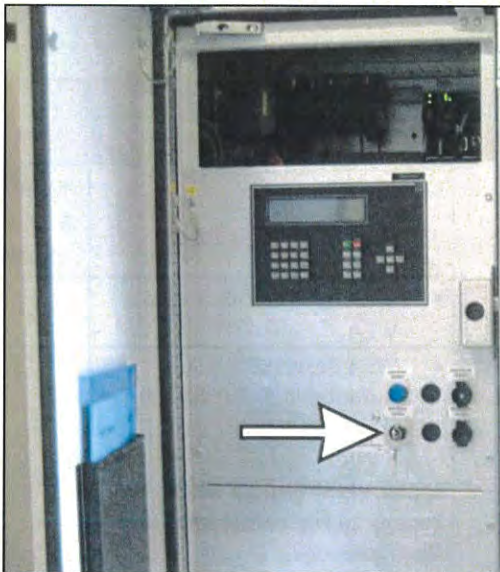

Abbildung 3: Steuerschaltschrank auf der Eingangsplattform
- Abbildung 3: Steuerschaltschrank auf der Eingangsplattform